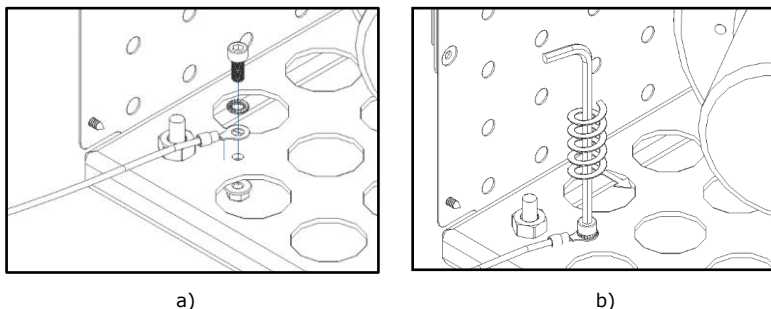

Figura 74 - Ligação cabo de terra do ventilador
k) Para realizar a ligações elétricas numa 1ª fase deve conectar o cabo terra a máquina. Para isso deve colocar uma das extremidades do cabo junto ao furo existente na base do equipamento. Com o parafuso C, porca e anilha apertar o cabo ao fundo tal como demonstra a Figura 74-b.